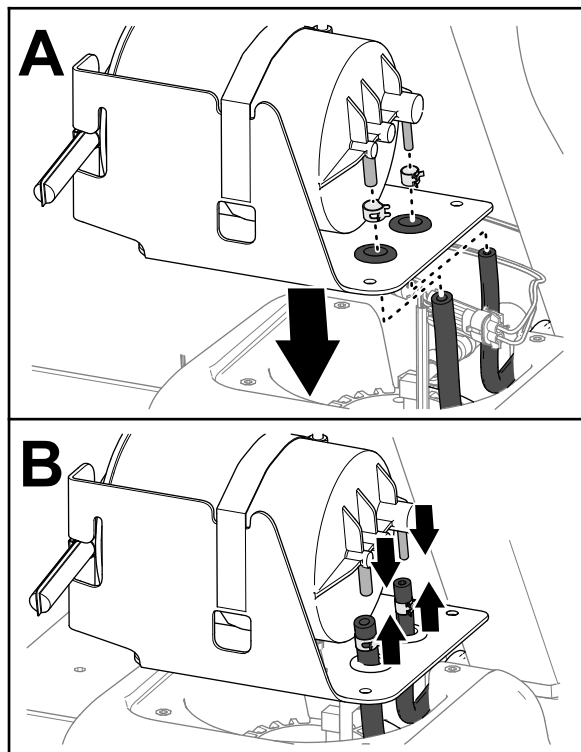

図 87
1. カーボンキャニスタのハトメに燃料ホースを通す 図 87。
2. ホースにホースクランプを嵌める 図 87。
3. カーボンキャニスタのフィッティングTにホースを取り付ける 図 87。